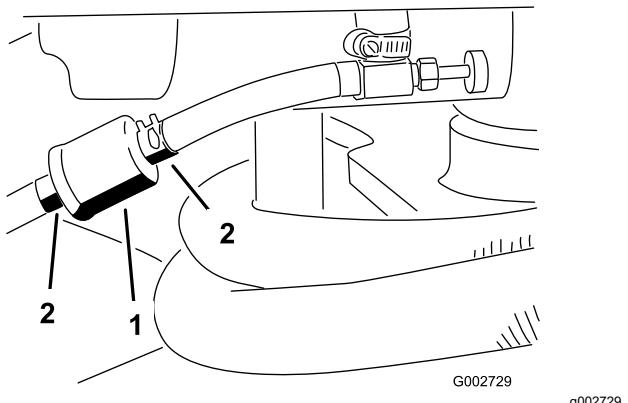

Figura 29
- Chiudete la valvola di intercettazione del carburante, allentate la fascetta stringitubo dal lato carburatore e togliete il tubo di alimentazione dal filtro (Figura 29).